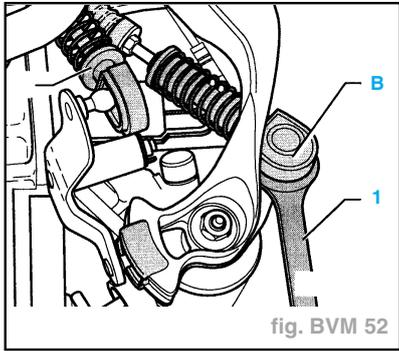

fig. BVM 52
- Débloquer de la boîte de vitesses le câble de sélection (**A**) et le câble de commande (**B**) au moyen d'une clé à fourche (**1**) (fig. BVM 52).
- Dévisser la traverse (B).
- Déposer les écrans thermiques (C) et (D).
- pousser le câble de commande sur le levier de commande de la boîte de vitesses et le câble de sélection sur le levier de renvoi (A et B fig. BVM 52).